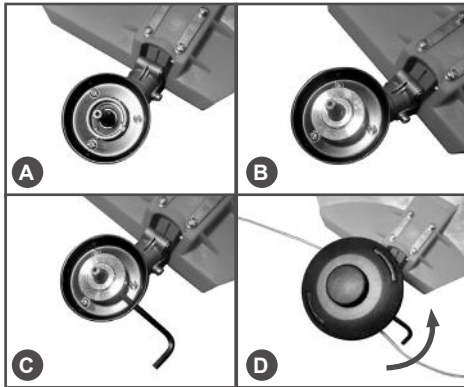

Рис. 4 Установка триммерной головки
1. На выходной вал наденьте защитную шайбу таким образом, чтобы отверстие в чашке редуктора совпало с отверстием в защитной шайбе (Рис. 4В).
2. Вставьте стопор (например, ключ шестигранный из комплекта поставки) в отверстия шайбы и чашки, как показано на Рис. 4С.